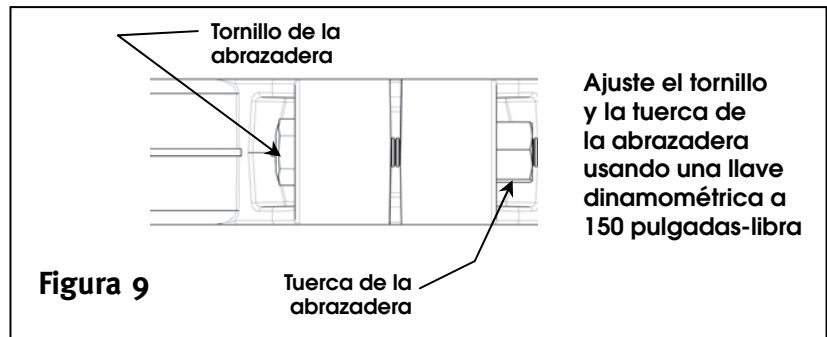

Figura 9
4. Nunca se confíe en apretar con la mano la tuerca y el tornillo de la abrazadera. Usando una llave dinamométrica con un dado de 3/4" de pulgada, apriete la tuerca y el tornillo a 150 pulgadas-libra. (Figura 9).